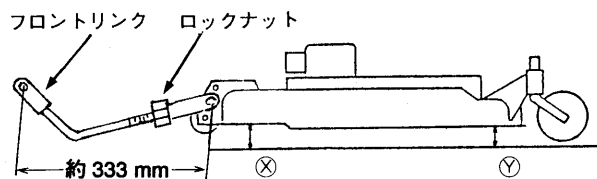

図38 モアの調整
- (1) モア本体が水平になっているか調べるために図 38 のⓧとⓎを左右について測定してください。ⓧとⓎの差が10mm になっていればモア本体が水平になっています。
- (2) もし調整が必要な場合には、フロントリンクでモア本体の前後の傾きを調整してください。フロントリンクを外し、ロックナットを緩め時計方向に回すとフロントリンクが縮み、モア本体が上がります。左右のフロントリンクで調整ができたならロックナットを締めてください。
- (3) もし大きく動かすことになったら前後の傾きを調整した後、再び左右の傾きをチェックしてください。
●フロントリンクの長さは図 38 に示すように約 333mm になるのが標準です。